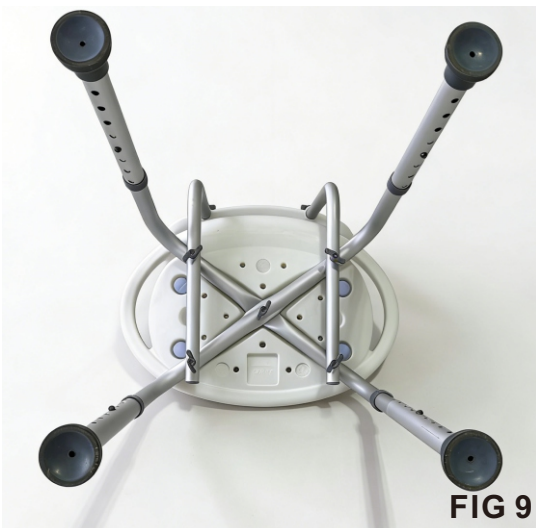
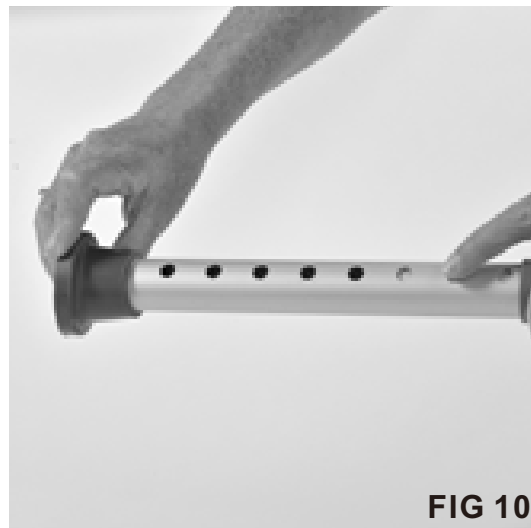

FIG 9
FIG 10
• Prenez le premier pied réglable avec embout en caoutchouc et connectez-le au support de pied en U (voir FIG. 9). À l'aide de votre pouce, appuyez sur le bouton-poussoir situé sur le support de pied en U. Le pied réglable avec embout en caoutchouc glissera alors sur le support de pied en U. (voir FIG. 10).